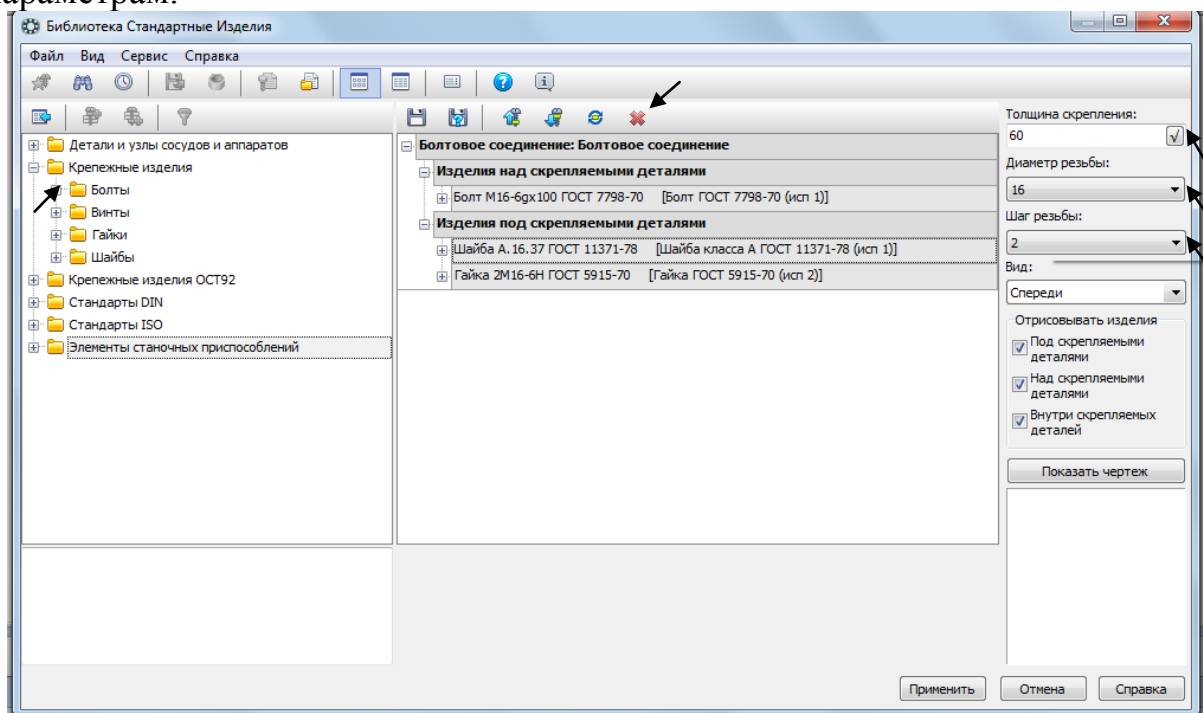

Рисунок 3.
4. Откроется диалоговое окно **Библиотека Стандартные Изделия** (рисунок 3), автоматически программа предложит элементы болтового соединения. Необходимо из центрального списка удалить все элементы (✖ - удалить), для того, чтобы выбрать болтовое соединение по своим параметрам.